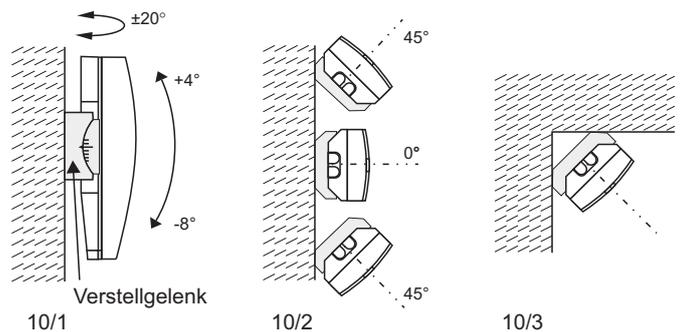

Abb. 10
Montage gemäß Abb. 10
- Wandmontage (Abb. 10/1)
- 45° horizontal nach links oder rechts (Abb. 10/2)
- Eckmontage (Abb. 10/3)